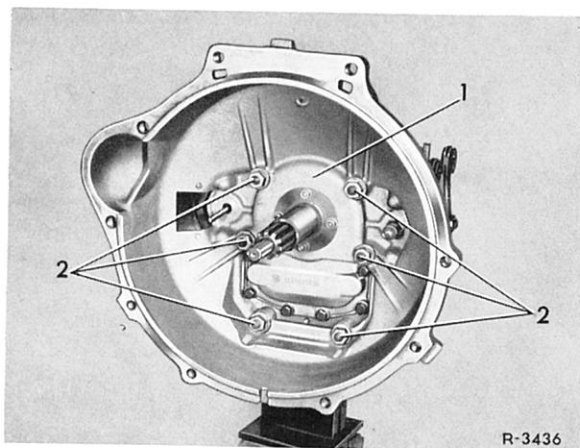

Bild 26-4/1
- 2 Befestigungsmuttern (2) für das Kupplungsgehäuse (1) – gleichmäßig lösen und mit Wellenscheiben abnehmen (Bild 26-4/1).